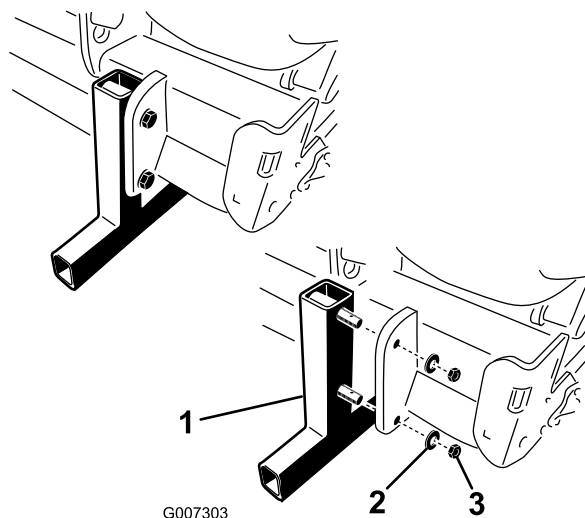

Figura 19
2. Retire as porcas e as anilhas de bloqueio que fixam os suportes de armazenamento ao arejador (Figura 19).
4. Insira os pinos de sujeição (incluídos nas peças soltas) nos pinos do suporte para armazenamento (Figura 19).